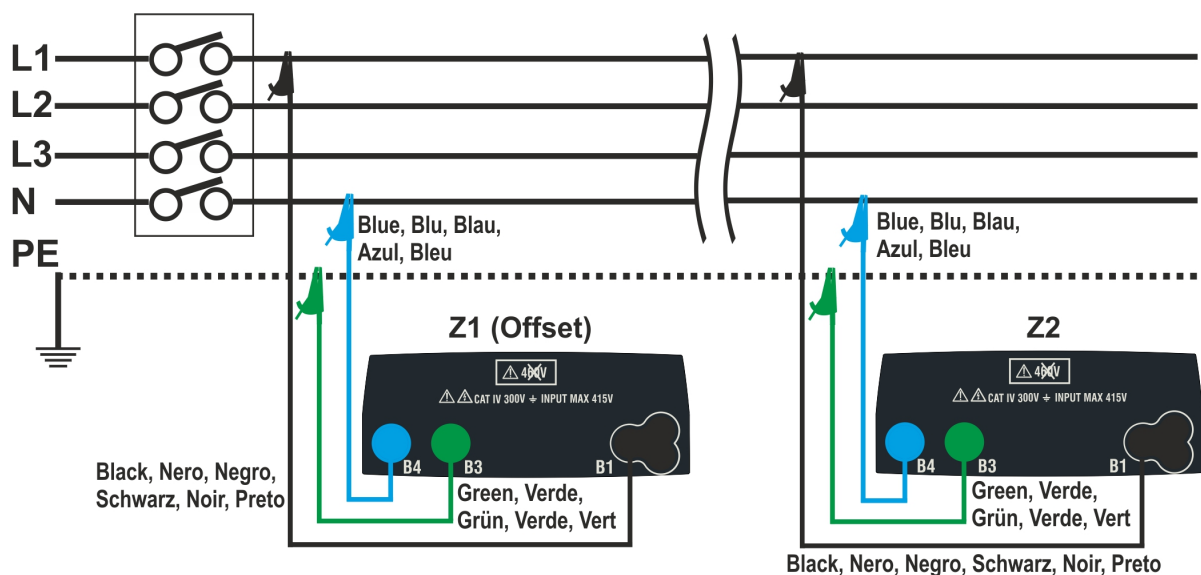
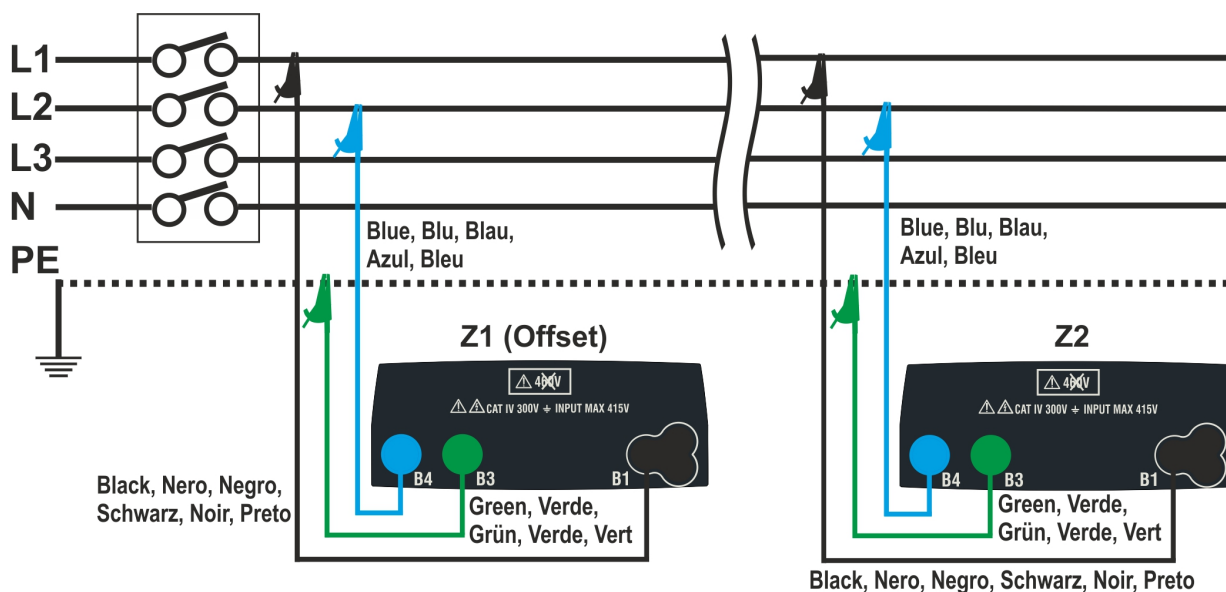

Fig. 33: Collegamento strumento per misura caduta di tensione in modo L-N
Fig. 34: Collegamento strumento per misura caduta di tensione in modo L-L
4. Collegare lo strumento al punto iniziale della linea principale in prova (tipicamente a valle di un dispositivo di protezione) in base alla Fig. 33 o Fig. 34 per effettuare la prima misura di impedenza **Z1 (Offset)**. In questo caso lo strumento misurerà l'impedenza a monte del punto iniziale della linea principale in prova prendendola come riferimento di partenza. La schermata seguente (riferita alla misura L-L) è mostrata a display
7. Collegare lo strumento al punto finale della linea principale in prova in accordo alle Fig. 33 o Fig. 34 per misurare l'impedenza **Z2** a fine linea. Notare il il valore Z1 (Offset) precedentemente misurato mostrato a display